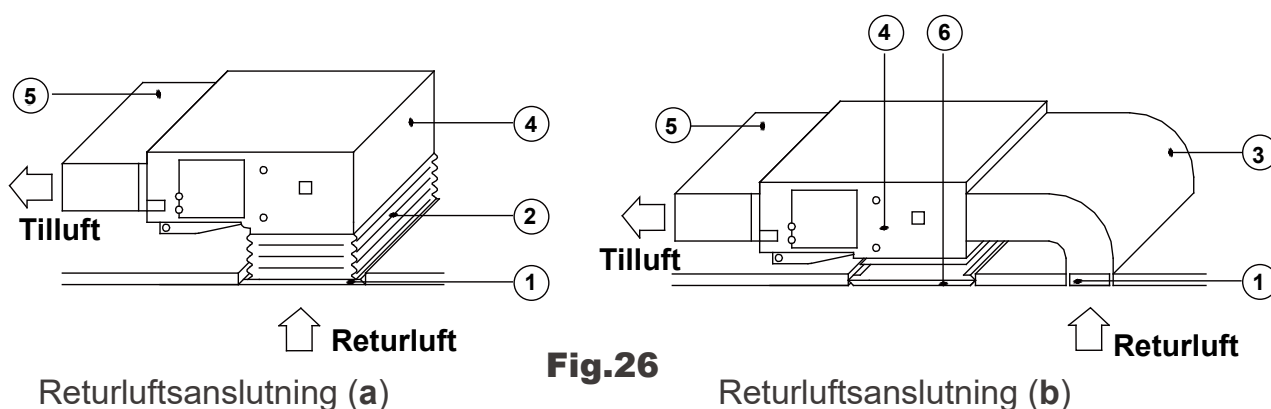

Fig. 26
6. Val av placering för returluft beror på byggnadens förhållanden och åtkomst för underhåll etc., se Fig. 26.